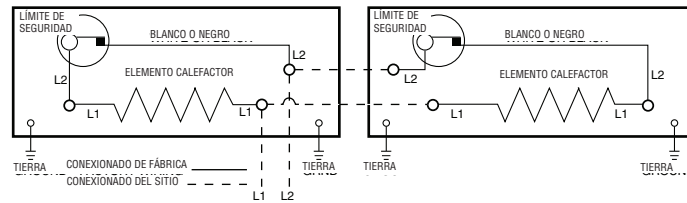

Figura 5: Diagramas de conexión
2. Los procedimientos de cableado y las conexiones deben estar de acuerdo con el Código Eléctrico Nacional (NEC) de los EE. UU. y los códigos locales. Consulte los diagramas de conexión de la Figura 5. Asegúrese de que todas las conexiones eléctricas estén firmes, para evitar posibles sobrecalentamientos. Utilice cables de alimentación de cobre únicamente.
- d. Cablee el calefactor de acuerdo con los diagramas de conexión de la Figura 5. Sujete la cubierta del canal de cables mediante los tornillos.
8. Siga el diagrama de conexión que corresponda, como se muestra en la Figura 5, para conectar la fuente de alimentación eléctrica al calefactor mediante tuercas de empalme de cables aprobadas.